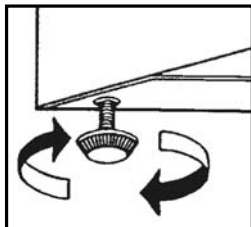

Рис. 2
- Отрегулируйте положение прибора с помощью специальных ножек. Во избежание вибрации и шума прибор должен быть установлен строго вертикально. Рис. 2.